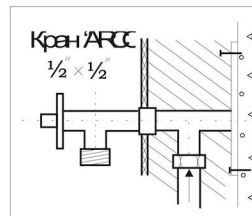

Рис.2.
- ✓ Устанавливаются угловые краны (например «ARCO») если коллектор не имеет собственных ventилия Рис.2.